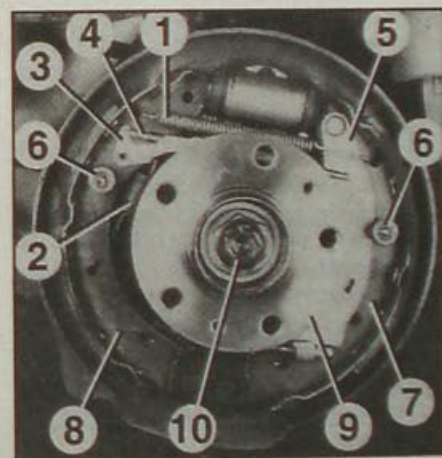

Рис. 12.12. Элементы заднего барабанного тормозного механизма:
- Щипцами для тормозных колодок снимите верхнюю стяжную пружину тормозных колодок (1, рис. 12.12).
- Снимите натяжную пружину регулировочного рычага и регулировочный рычаг (3).
- Нажмите, поверните на четверть оборота и снимите боковые фиксаторы тормозных колодок (6).